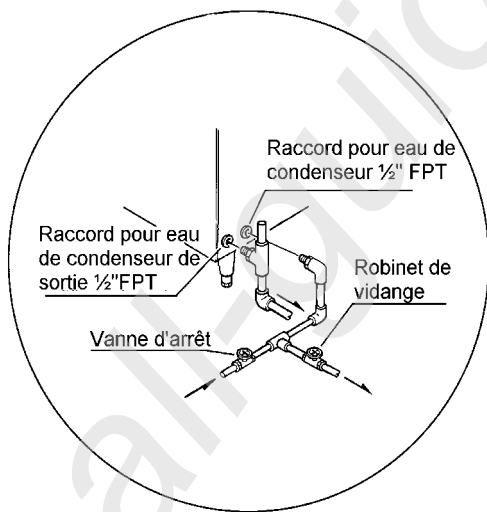

Fig. 2
6. RACCORDEMENTS DE L'ARRIVEE D'EAU ET DE LA VIDANGE - Voir Figure 2.
et du bac de stockage est de ¾» FTP. La vidange de la condensation est un tuyau de 10 mm diamètre intérieur. Les tuyauteries de raccordement pour la vidange du condenseur et celle du distributeur doivent être effectuées séparément de celles de la vidange du réservoir. La vidange finale doit être équipée d'une aération pour assurer un bon débit pendant le cycle de récolte (voir Figure 2).
- Les vidanges ne doivent pas être raccordées directement au circuit d'évacuation d'eaux usées. Il faut laisser un espace d'air d'un minimum de 5 cm verticalement entre l'extrémité du tuyau de vidange du distributeur ou du réservoir et l'orifice de l'évacuation au niveau du sol (Voir Figure 2).
7. Déposez le guide de cubelets et la conduite de trop-plein afin de vidanger le réservoir d'eau (voir fig. 2)